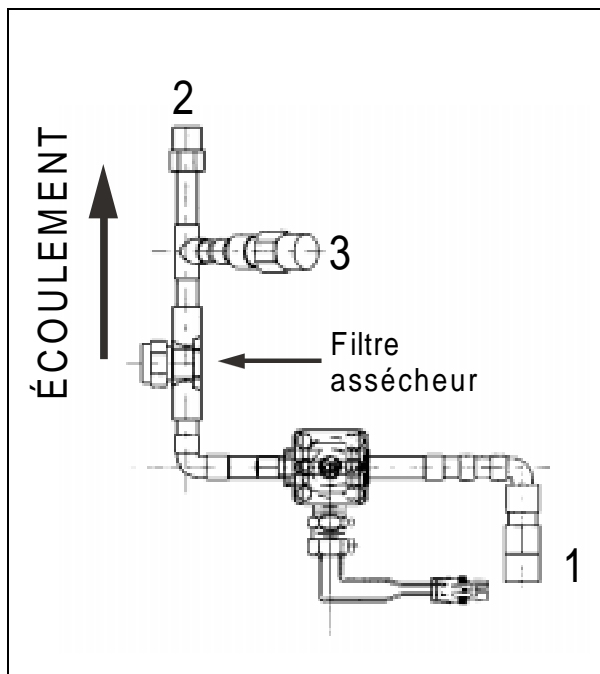
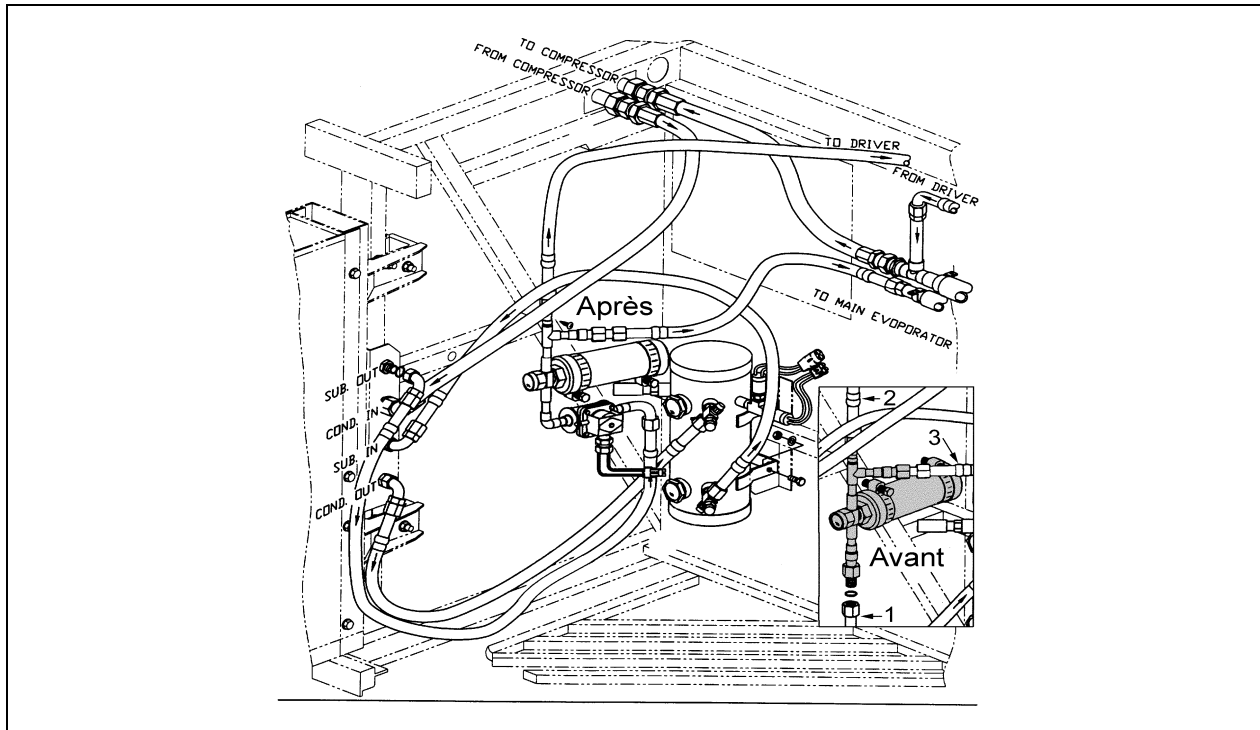

Figure 3: Vue de face du nouvel ensemble électrovanne.
Figure 6: Intérieur du compartiment condenseur. En encadré: partie ombragée à retirer et à jeter.
Remarque: La partie inférieure du nouvel ensemble électrovanne interfère avec le réservoir de stockage. Tourner ce tuyau de 90° vers le bas, pour obtenir le résultat présenté par l'élément 1 de la figure 3.
7. Raccorder le nouvel ensemble électrovanne présenté à la figure 3 aux tuyaux 1 à 3 de la figure 2;
3. Débrancher le filtre assécheur et les tuyaux 1 à 3 présentés dans l'encadré de la figure 6;
5. Brancher le nouvel ensemble électrovanne présenté à la figure 3 aux tuyaux 1 à 3 de la figure 6. Installer ensuite le filtre assécheur sur l'ensemble électrovanne. Le résultat de ce montage est présenté à la figure 6;